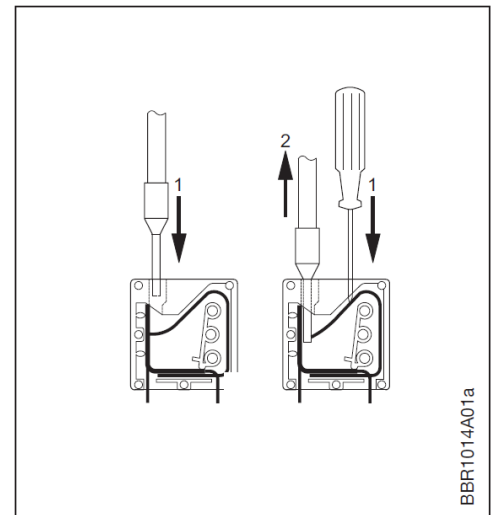

Abb. 3-9: Federklemmen - Gebrauch
- Die Anschlussklemmen verfügen über eine Federklemmung. Der abisolierte Leiter lässt sich i.d.R. werkzeuglos mit leichtem Druck in die Federklemme hineindrücken. Alternativ lässt sich die Klemmfeder mittels geeignetem Schlitz-Schraubendreher vor dem Einführen entlasten (siehe Abb. 3-9).
- Abklemmen von Leitern kann durch leichten Druck eines Schlitz-Schraubendrehers oder Ähnlichem erfolgen (siehe Abb. 3-9).